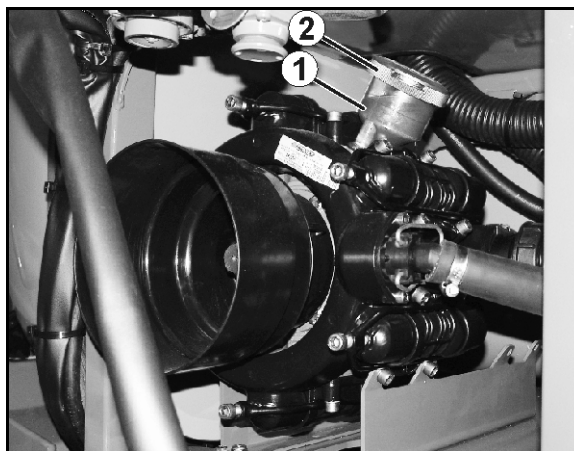

Fig. 174
- Vérifiez la position de montage des clapets côté aspiration et côté refoulement, avant de retirer les jeux de clapets (Fig. 174/5).
- Au remontage, veillez à ce que les guides (Fig. 174/9) ne soient pas endommagés. Leur endommagement risque de provoquer le blocage des clapets.
- Les écrous (Fig. 174/1, 2) doivent impérativement être serrés en étoile et au couple de serrage préconisé. Le non-respect de ces consignes peut entraîner des tensions contradictoires et par là-même, des fuites.
2. Desserrez les vis (Fig. 174/1) et retirez l'étrier (Fig. 174/2).
3. Retirez les orifices d'aspiration et de refoulement (Fig. 174/3 et Fig. 174/4).
4. Retirez les jeux de clapets (Fig. 174/5).
5. Vérifiez que les sièges (Fig. 174/6), les clapets (Fig. 174/7), les ressorts (Fig. 174/8) et les guides (Fig. 174/9) ne sont pas endommagés ou ne présentent pas de signe d'usure.
6. Retirez les joints toriques (Fig. 174/10).
8. Remontez les jeux de clapets (Fig. 174/5) après les avoir contrôlés et nettoyés.
9. Mettez en place des joints toriques neufs (Fig. 174/10).
10. Bridez l'orifice d'aspiration (Fig. 174/3) et l'orifice de refoulement (Fig. 174/4) sur le carter de la pompe et montez l'étrier (Fig. 174/2).
11. Serrez les vis (Fig. 174/1) en étoile au couple de **11 Nm**.